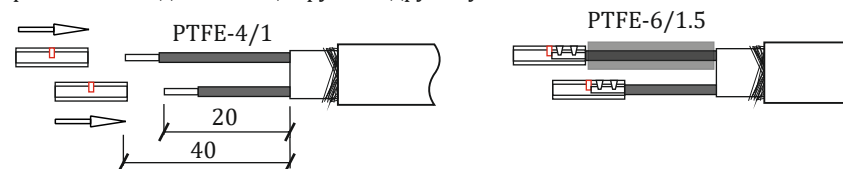

Рис. 5
*При ремонте или наращивании греющего кабеля оба конца греющего кабеля разделяются и муфтируются одинаково. Обрезать 1 токопроводящую жилу кабеля и надеть на нее термоусадку (поз. 3). Надеть на вторую жилу термоусадку (поз. 4) и усадить обе термоусадки температурой 350°C . Надеть гильзы (поз. 1) и обжать. Надеть термоусадку (поз. 5) на длинную жилу (см. рис. 5). **Важно!** Для уменьшения степени продольной усадки, усадку делать в направлении от одного конца трубки к другому.
Обрезать 1 токопроводящую жилу кабеля и надеть на нее термоусадку (поз. 3). Надеть на вторую жилу термоусадку (поз. 4) и усадить обе термоусадки температурой 350°C. Надеть гильзы (поз.1) и обжать. Надеть термоусадку (поз.5) на длинную жилу (см.рис.5).